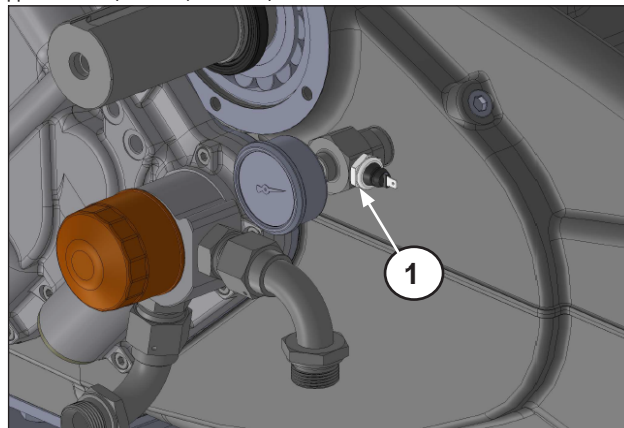

Рис. 16
Отвинтите и снимите манометр, штуцер, ниппель и реле давления (поз. ①, Рис. 16).